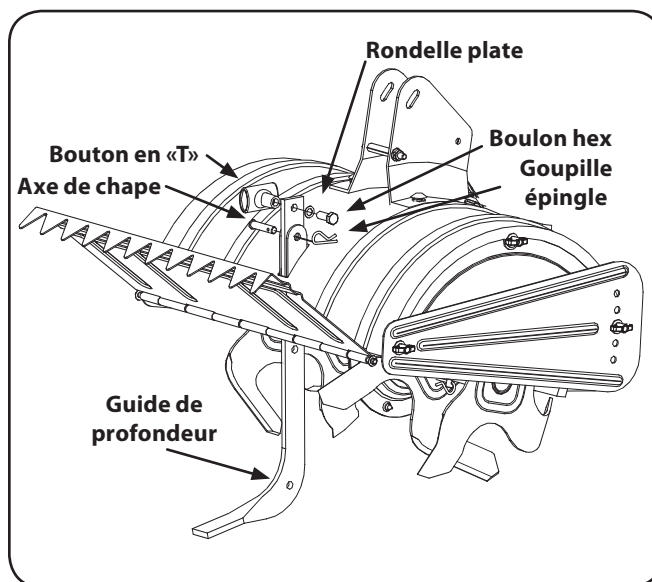

Figure 3-1
2. Desserrez le bouton en « T » du haut de la guide de profondeur et enlevez la rondelle plate et le boulon hex. Retirez la goupille épingle de l'axe de chape. Voir la Fig. 3-1.
5. Faites passer le boulon hex. dans le trou supérieur du guide de profondeur. Placez la rondelle plate sur le boulon hex. et vissez le petit bouton en «T» sur le boulon hex. Voir la Figure 3-1. Serrez à fond.